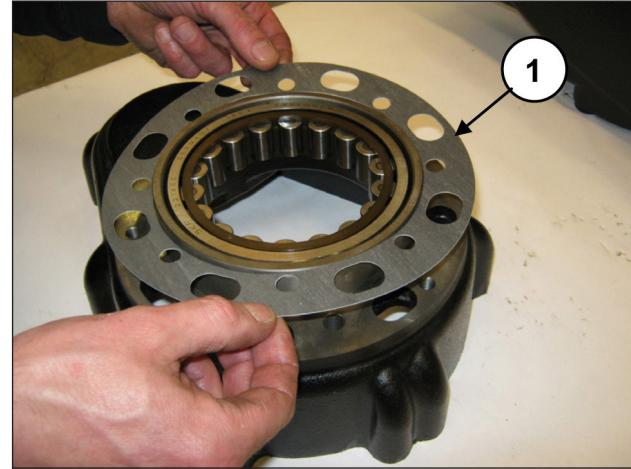
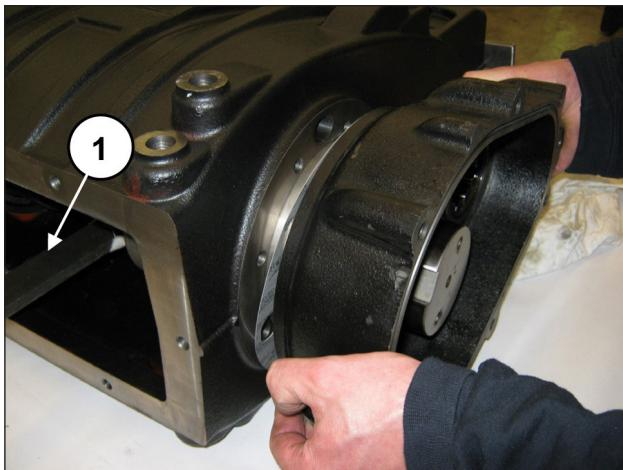

Fig. 61
Fig. 62
Desde el lado opuesto, introducir la junta lateral en la caja del reduedor (pos. ①, Fig. 61) y levantar el eje acodado para facilitar la introducción de la tapa (pos. ①, Fig. 62).